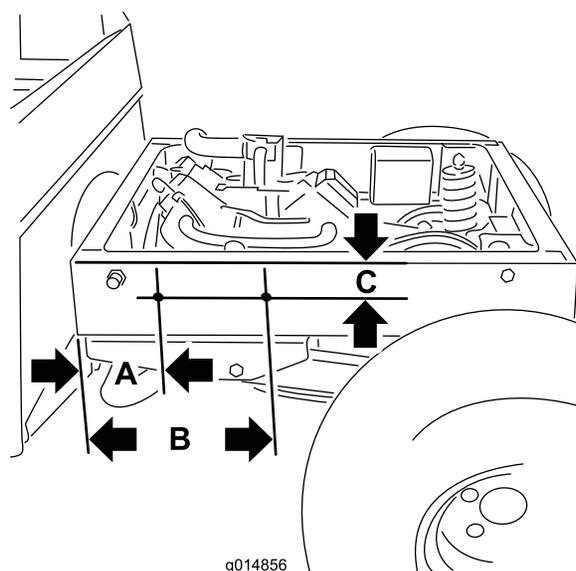

Figura 5
- Sulla sinistra del cassone, misurate, segnate e punzionate con un trapano la posizione dei fori come mostrato in Figura 5.